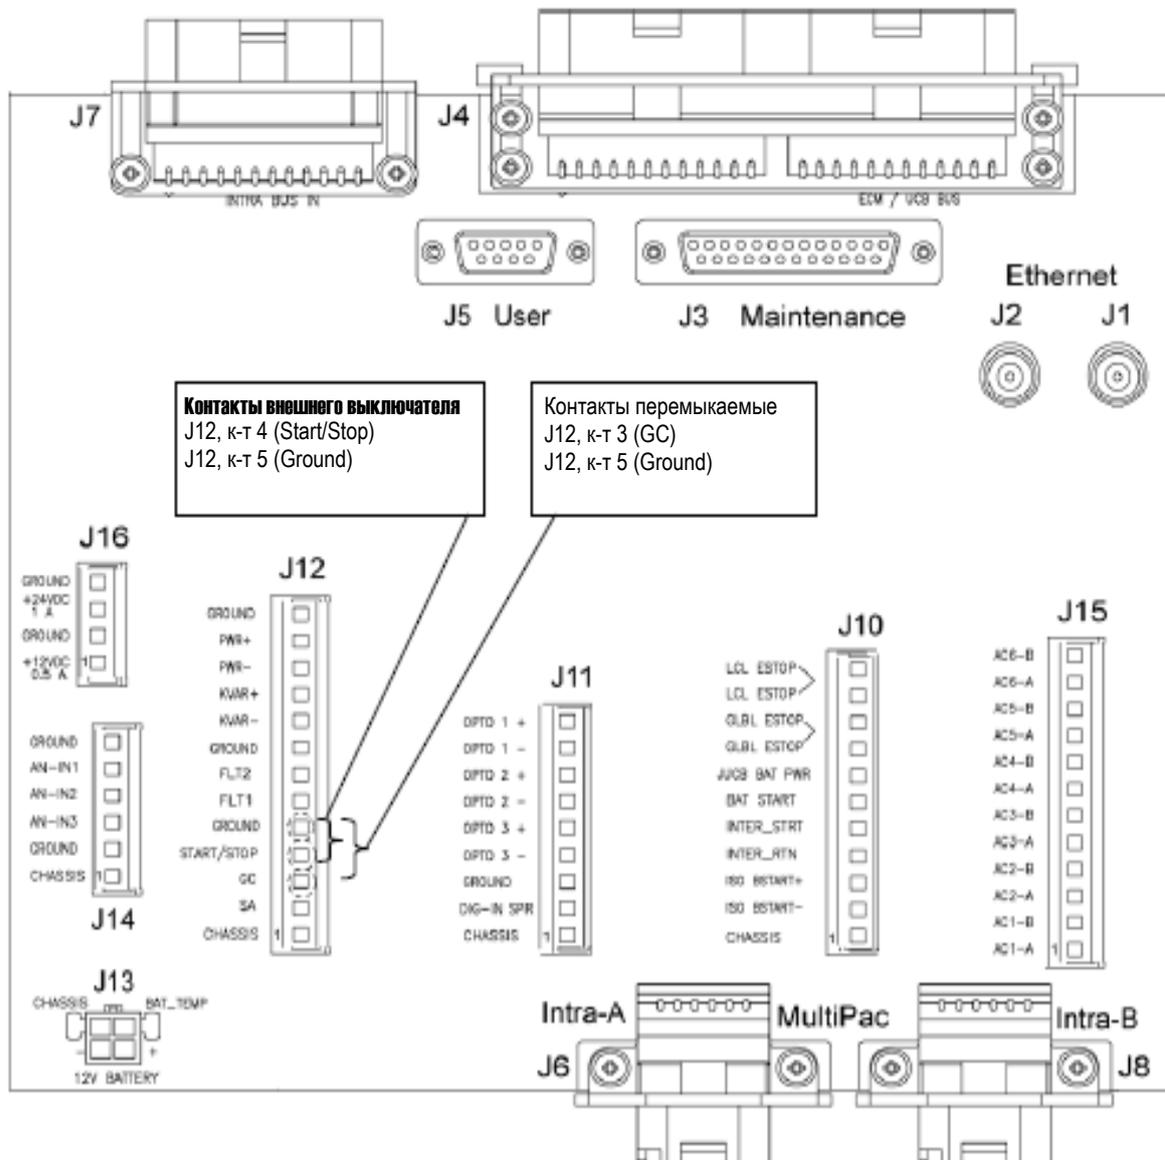
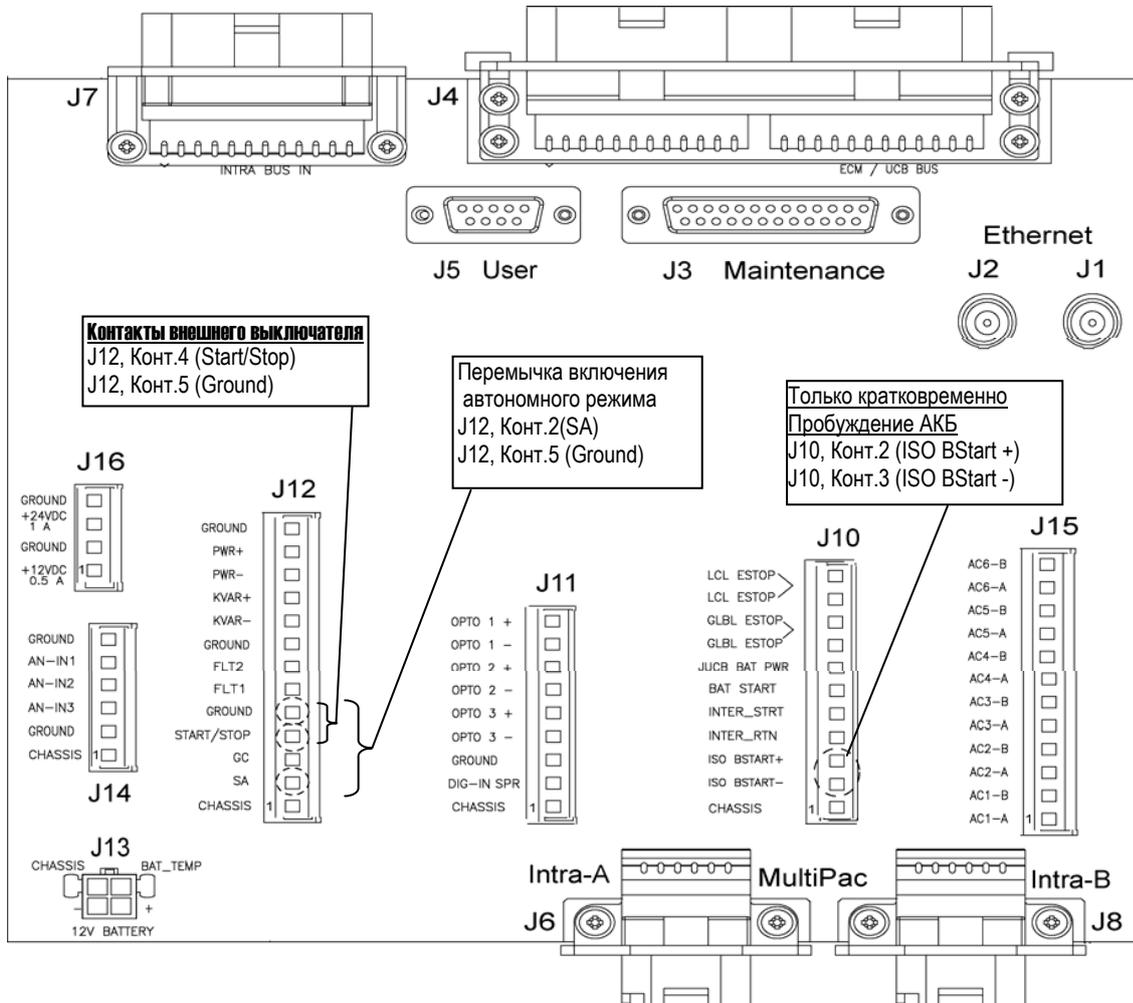

Рисунок 88 Места выполнения подключений на коммуникационной панели в режиме «С сетью»
Рисунок 91 Подключения на коммуникационной панели в автономном режиме работы
Примечание: расположение мест перемычек в режиме «С сетью» на рис.88, в автономном режиме – на рис.91.
- Электрически замкнуть контакты режима «с сетью» на коммуникационной панели модуля соединений потребителя (Рис.88).
- Подключение внешнего выключателя: расположение контактов для его подключения указано на рис.88.
Электрически замкнуть контакты режима «с сетью» на коммуникационной панели модуля присоединений потребителя (Рис.91).
- Подключение внешнего выключателя: расположение контактов для его подключения указано на рис.91.
- Подключение кнопки пробуждения блока АКБ указано на рис.91.